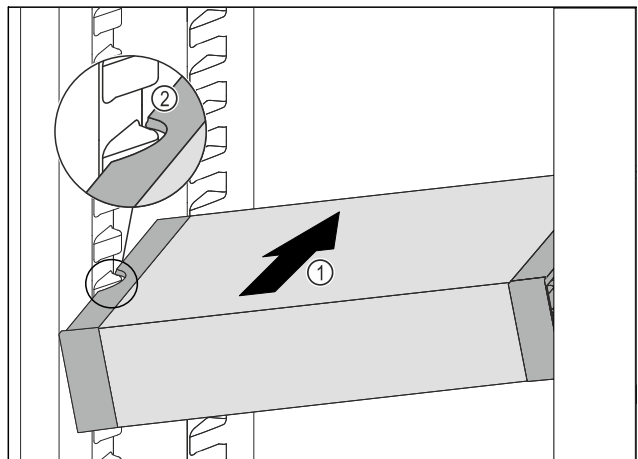

Fig. 117
- Insérer le VarioSafe en biais dans la partie réfrigérateur Fig. 117 (1) jusqu'à ce que les encoches latérales Fig. 117 (2) du VarioSafe se trouvent à la hauteur de la nervure du bac dans la partie réfrigérateur.